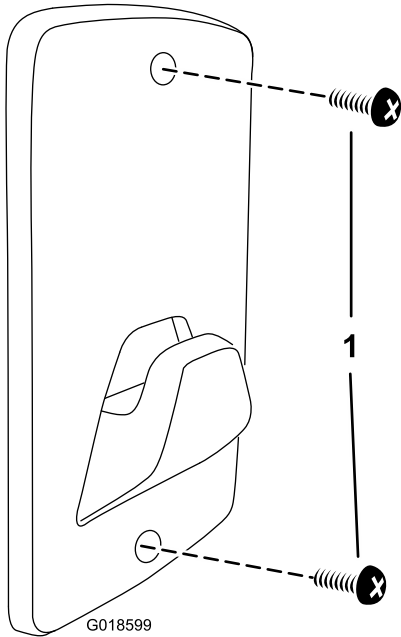

Figure 1
- Mettez les vis en place (Figure 1).